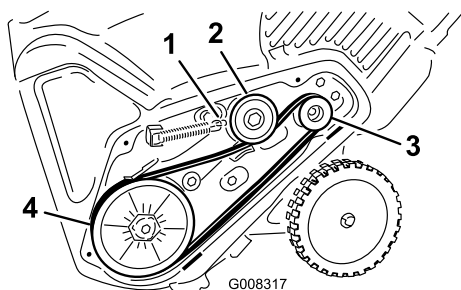

Figure 37
- Montez et acheminez la nouvelle courroie comme indiqué à la Figure 37.
- Raccrochez le ressort de frein au bras de la poulie de tension (Figure 37).